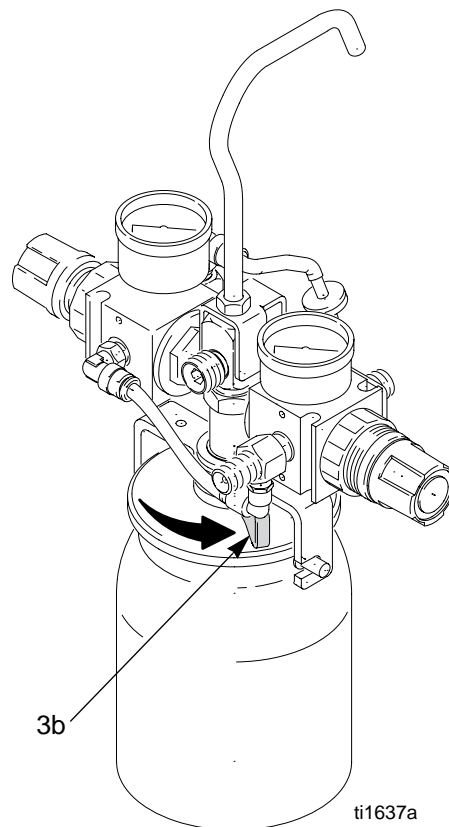

Abb. 2: Druckbehälter für ein Quart
2. Den Klemmhebel (3b) gegen das Joch in die unverriegelte Position drücken. See Abb. 2.